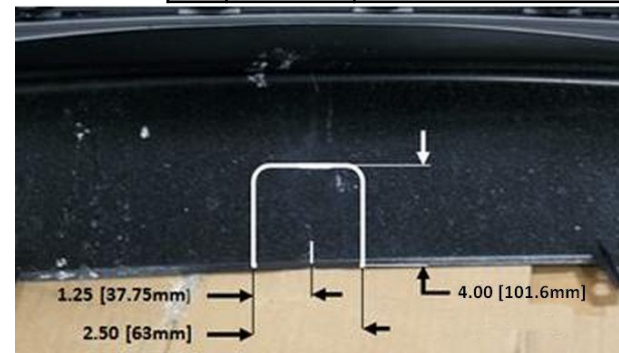

Figura 3
9. **Recorte de la fascia:** Utilizando el centro de la fascia marcada en el paso 1. 2.50 x 4.00 de la marca central. Usar el taladro para crear radio. Ver la Figura 3.
9. Recorte de la fascia: Utilizando el centro de la fascia marcada en el paso 1. 2.50 x 4.125 de la marca central. Usar el taladro para crear radio. Ver la Figura 3 abajo.